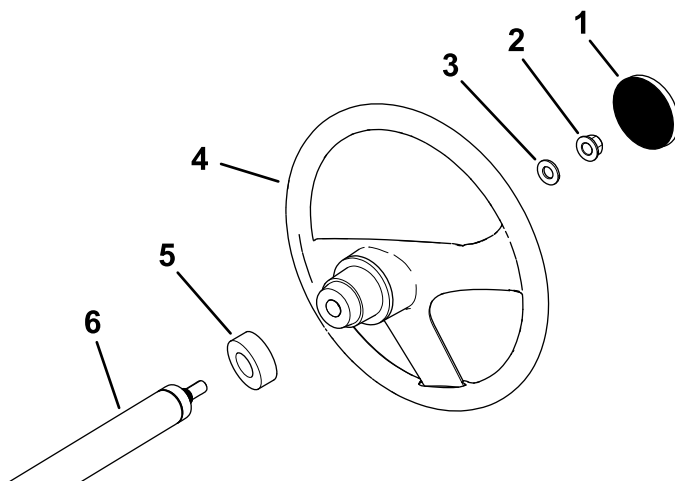

Figure 3
1. Si le couvre-moyeu est monté, déposez-le du volant (Figure 3).
2. Retirez le contre-écrou (½ po) de l'arbre de direction (Figure 3).
3. Glissez le volant, le couvre-moyeu et la rondelle (½ po) sur l'arbre de direction (Figure 3).
5. Reposez le couvre-moyeu sur le volant (Figure 3).